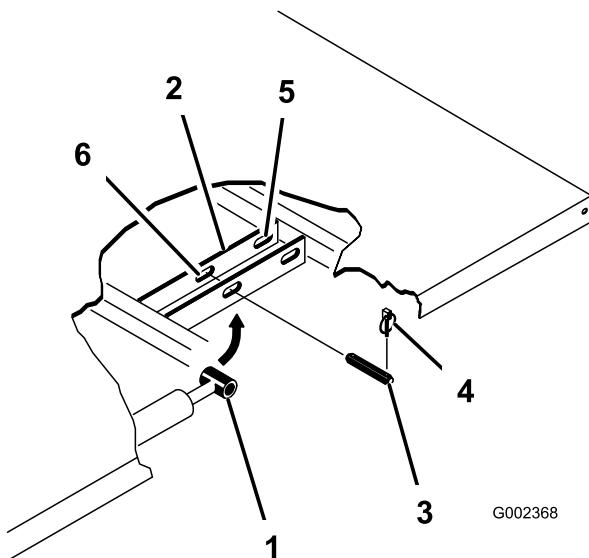

図 32
(図 32)。
3. シリンダロッドの端部を荷台取り付けプレートのスロットに固定しているクレビスピンを外す(図 32)。